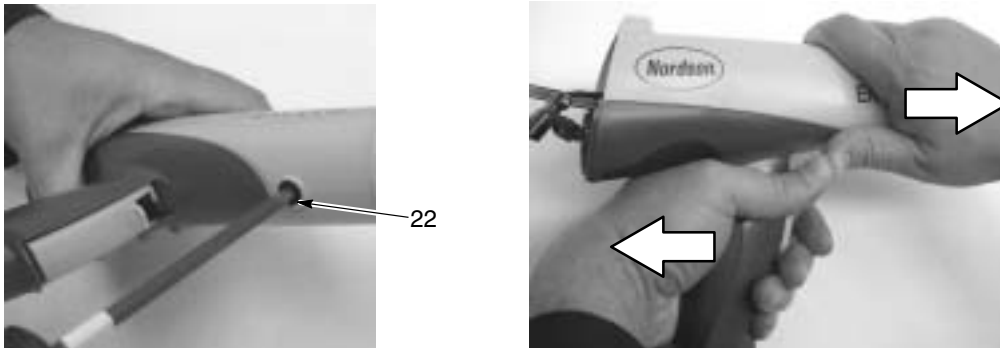

Figura 6-2 Rimozione del corpo della pistola dall'impugnatura
4. Vedi figura 6-2. Togliere la vite in nylon nera (22) dal corpo della pistola.